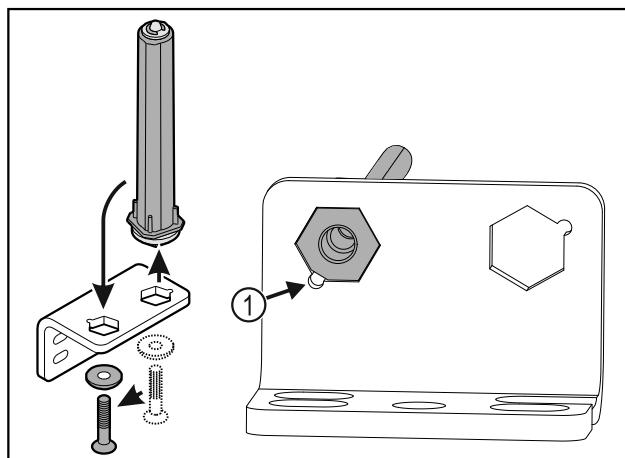

Fig. 24
- Observar que, al colocar, el bisel del perno Fig. 24 (1) apunte hacia el agujero redondo.